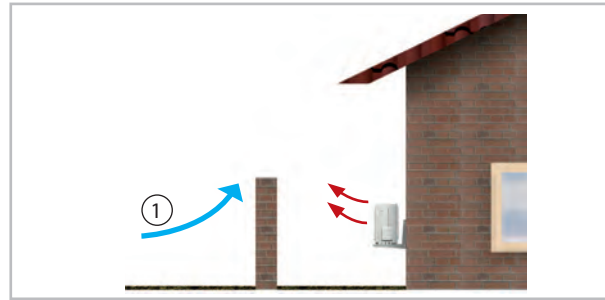
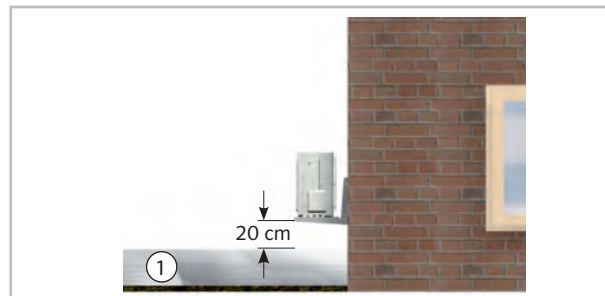

Abb. 54: Schutz vor Wind
Abb. 55: Schutz vor Schnee
- Wird das Außenmodul in einer Gegend mit starkem Wind aufgestellt, muss das Gerät vor dem Wind geschützt werden und es wird ein zusätzliches Stabilisieren empfohlen. Das kann z.B. mit Drahtseilen oder anderen Konstruktionen realisiert werden (Abb. 54). Bei der Montage sind Schneegrenzen zu beachten (Abb. 55).
- Beachten Sie bei der Aufstellung die zu erwartende Schneehöhe und eine Erhöhung um ca. 20 cm, damit ganzjährig ein freies Ansaugen und Ausblasen der Außenluft gewährleistet werden kann (Abb. 55).